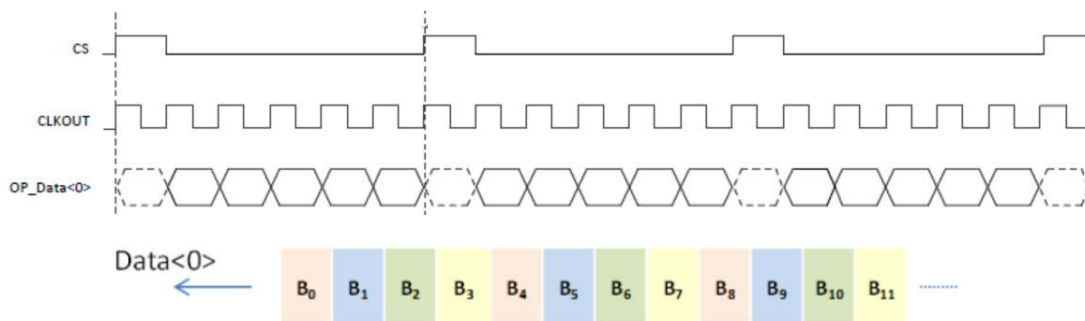

图 18: 单通道 SSI 时序
**单通道 SSI 同步串口模式：**如下图 18 时序和串行逻辑。CS 片选，数据按每字节串行输出到单通道 Data[0]，每字节从 LSD 开始。另外有 4 个字节的 0xFF 会插入到每一帧开始用来指示帧的起始。